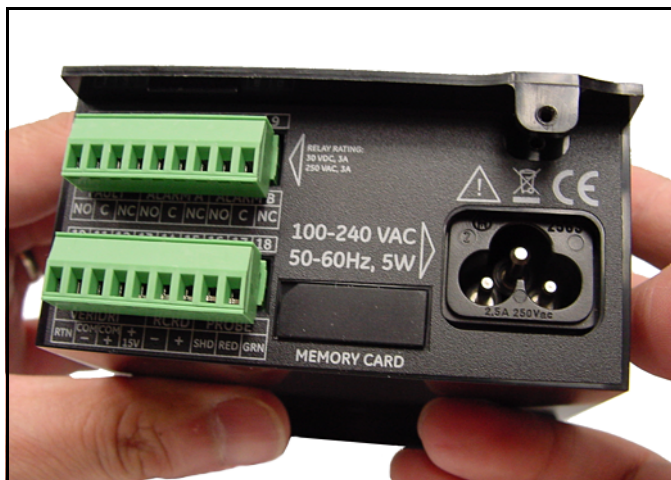

Figure 6: Glissement du couvercle vers l'arrière
4. Faites glisser le couvercle vers l'arrière du **dew.iQ** (voir *Figure 6* ci-dessous).